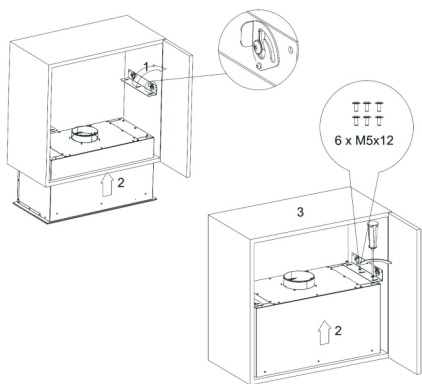

Рис. 10
7.4 Установите монтажные пластины. Установите вытяжку на монтажные пластины (Рис. 10).